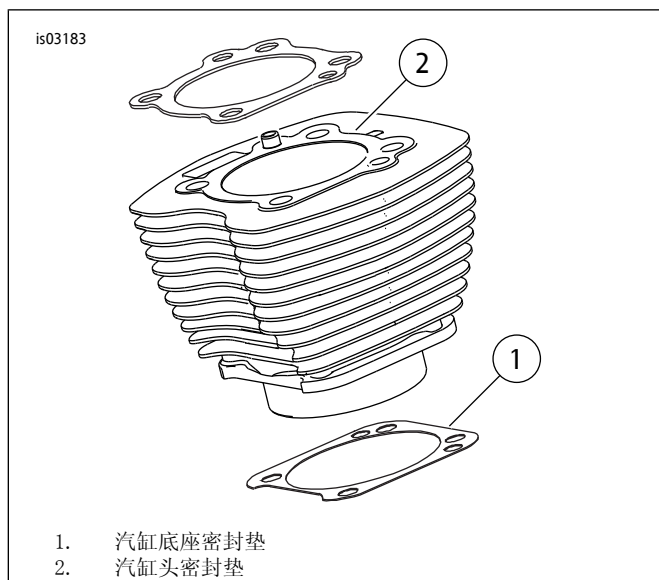

图1。汽缸密封垫
- 参见图1。103 mm(4.060 in)汽缸底座密封垫(1)和汽缸头密封垫(2)无需使用O形环。切勿在汽缸销或汽缸套管上使用O形环。